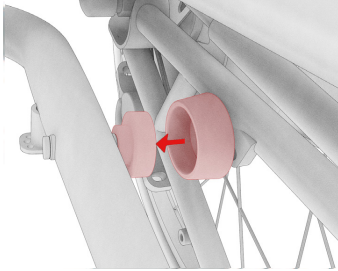

Abb. 1.6
- 7** Öffnen Sie durch einen leichten Ruck am rechten Lenkerende in horizontaler Richtung zum Hauptrahmen die Magnetsicherung am Vorderrad (Abb. 1.6). Die beiden Hälften der Magnetsicherung sitzen jeweils am rechten Gabelholm sowie der linken Kettenstrebe. Stellen Sie sicher, dass der Befestigungshaken über dem unteren Rahmenrohr sitzt, um das VELLO in der zusammengeklappten Position zu verriegeln.